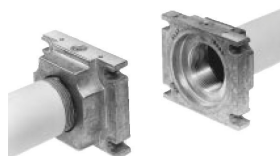

Fig. 12
3. Extraer el GasMultiBloc entre las bridas roscadas (Fig. 12 Fig. 12).